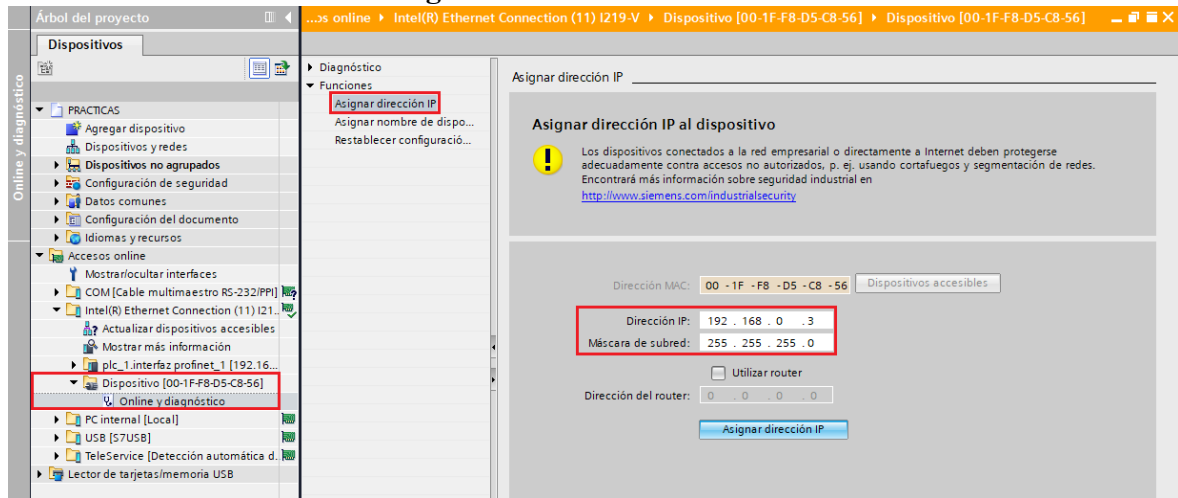

Figura 13. Configuración dirección IP.
- (2) Luego de “Actualizar dispositivos accesibles”, se debe seleccionar el dispositivo Variador G120 que está conectado, luego hacer clic en accesos “Online y diagnóstico”
- Luego se debe hacer clic en “Funciones” / “Asignar dirección IP”, y luego configurar la dirección IP: 192.162.0.3, y la máscara de subred: 255.255.255.0 (ver Figura 13).